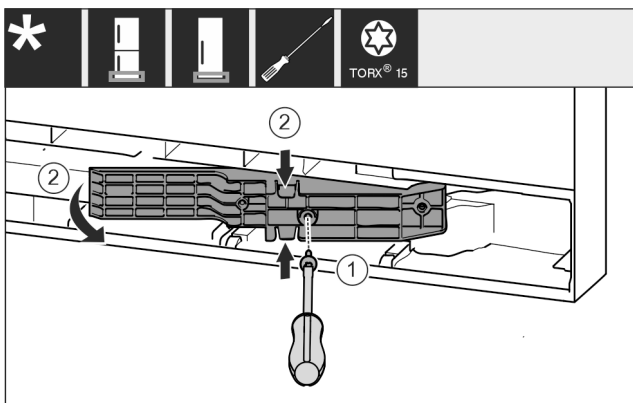

Fig. 18 \*
- ▶ Λύστε τις βίδες με κατασαβίδι T15. Fig. 18 (1)\*
- ▶ Τραβήξτε έξω τον αντάπτορα. Fig. 18 (2)\*